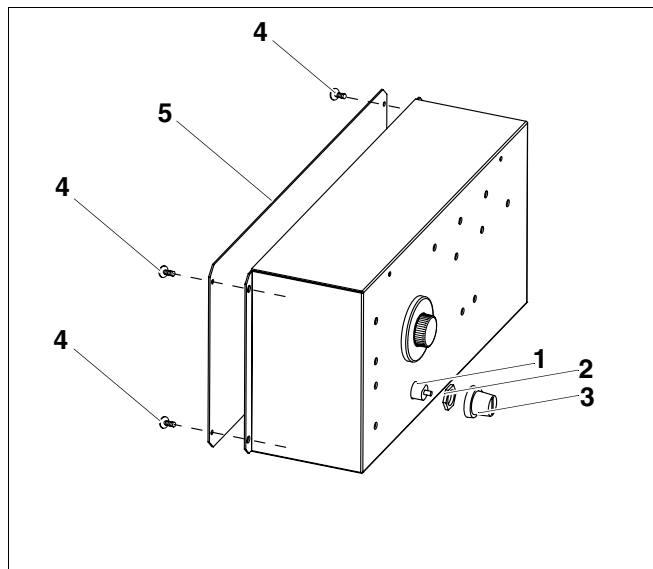

Рис. 60 Дополнительный регулятор NT 3101
- Выкрутить винты (рис. 60, **поз. 4**) крышки корпуса (рис. 60, **поз. 5**).
- Снять крышку корпуса (рис. 60, **поз. 5**).
- Открутить защитный колпачок (рис. 60, **поз. 3**).
- Открутить резьбовое крепление STB (рис. 60, **поз. 2**).